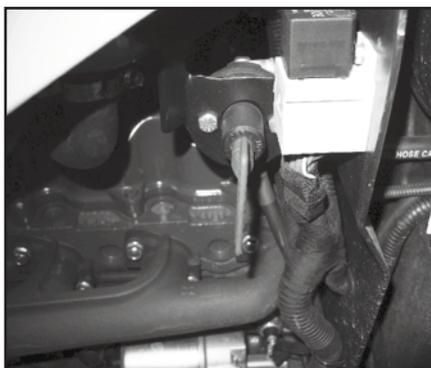

Fig. 5.16.2
- Ruotandolo in senso antiorario di 1/4 di giro assume la posizione "OFF": impianto elettrico non alimentato (Fig. 5.16.2);